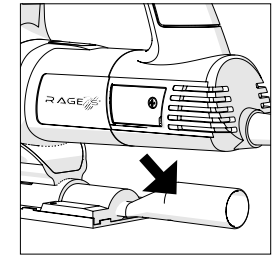

Abb. 7
- Das Staubabsaug-Adapterrohr wenn montiert entfernen und für den späteren Wiederaufbau sicher aufbewahren. (**Abb. 7**)